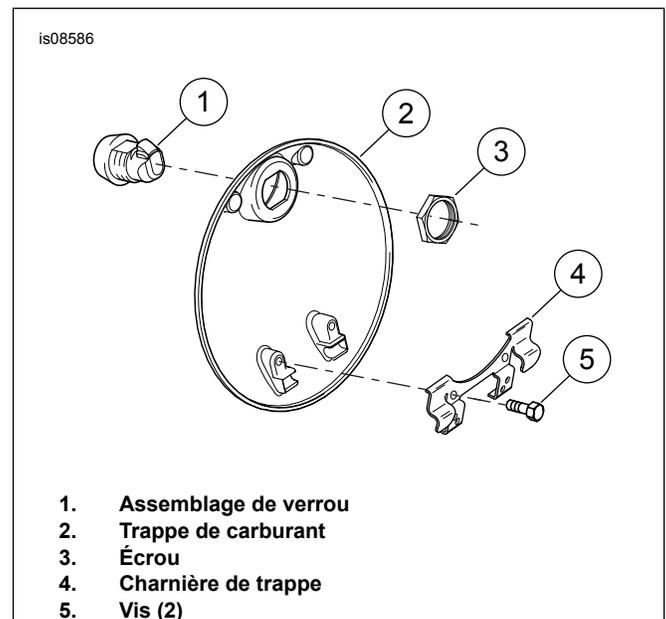

Figure 1. Trappe de carburant
2. Consultez Figure 1 . Retirez l'écrou (3) fixant le verrou (1) à la trappe de carburant (2).
3. Installez le verrou sur la **nouvelle** trappe de carburant. Fixez à l'aide d'un écrou (3). Serrez l'écrou à la main.
4. Retirez les deux vis (5) fixant la trappe de carburant d'origine à la charnière de la trappe.
7. Serrez les vis (5).